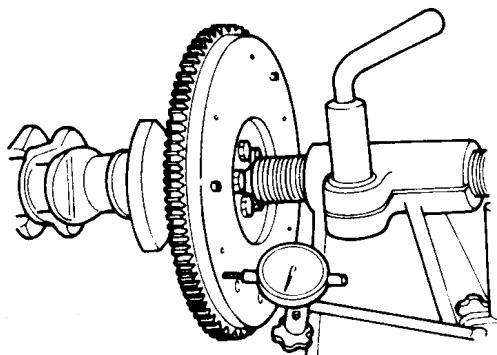

图 2-109 检查飞轮的端面跳动
- (1) 检查离合器盘摩擦面有无起皱磨损、条状擦伤和卡住。如有必要应更换飞轮。
- (2) 如图 2-109 所示, 检查飞轮的端面跳动, 飞轮端面跳动极限值为 0.13mm。如飞轮的端面跳动超过极限值, 应予以更换。